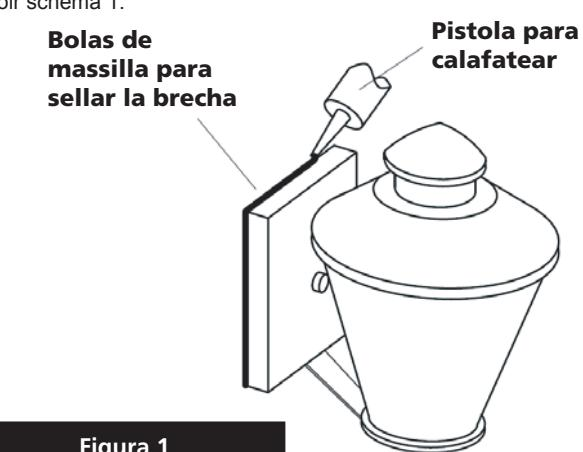

Figura 1
1. Conecte el cable de alimentación positivo (A) (normalmente negro o la cara lisa, sin marcas del cable de dos conductores) de plomo accesorio positivo (B) con un giro de tamaño adecuado en el conector – **Véase la Figura 1 y 2**.
2. Conecte el cable de alimentación negativa (C) (por lo general de color blanco o el lado marcado estriado del cable de dos conductores) de plomo accesorio negativo (D).
Para conectar a tierra en un sistema eléctrico de 3 hilos, fije el cable de tierra del artefacto (E) (generalmente de cobre o verde recubierto de plástico) a la brida de montaje accesorio (M) con el tornillo de tierra (S) – **Véase la Figura 1**.